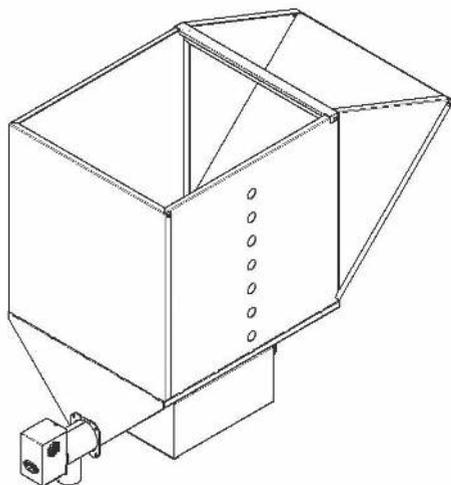

Рисунок 10
4. Собранный конструкцию закрепите с помощью поперечных стяжек как указано на (Рис. 10). Внимание! Отгиб 45° на стяжке должен располагаться наружу.